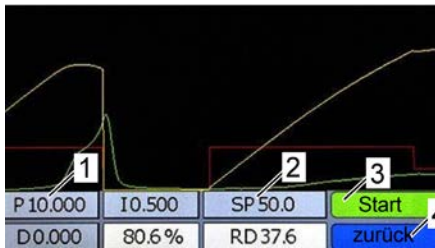
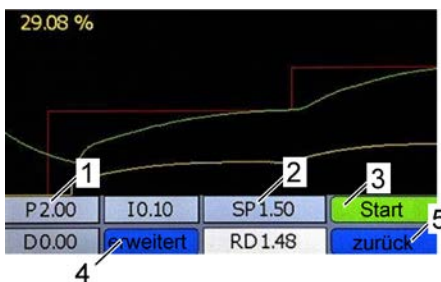
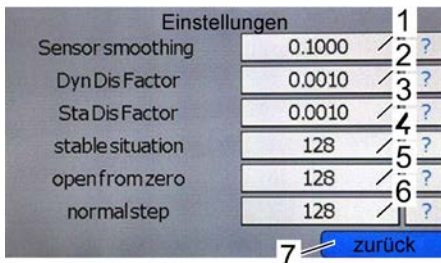

Abb. 87: Menü Trend/PID, Druck Modus
Abb. 88: Menü Trend/PID, Masse Modus
Abb. 89: Menü erweiterte Einstellungen Masse Modus
⇒ Es erscheint die Anzeige **Trend/PID** (Abb. 87) mit den aktuellen Werten zu P, I, D, RD und SP in den grauen Wertefeldern.
2. Graues Wertefeld zu "P" (Druck Modus, Abb. 87/1 oder Masse Modus Abb. 88/1) betätigen.
⇒ Es erscheint die Anzeige **Trend/PID** (Abb. 87 oder Abb. 88).
5. Zu Testzwecken einen Sollwert im Sollwertfeld (Abb. 87/2 oder Abb. 88/2) eingeben und die Pumpe mit dem Start Betätigungsfeld (Abb. 87/3 oder Abb. 88/3) starten bzw. stoppen.
6. Im Masse Modus bei Bedarf mit der Schaltfläche "erweitert" (Abb. 88/4) das Menü für erweiterte Einstellungen für einen angeschlossenen Durchflussmesser öffnen (Abb. 89).
9. Die Schaltfläche "zurück" (Abb. 87/7) betätigen.
⇒ Es erscheint die Anzeige **Trend/PID** (Abb. 88).